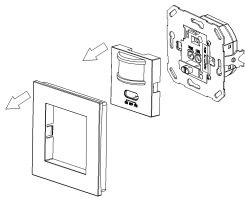

Figura 1
- Descargue la placa frontal del sensor y ajuste la hora y la perilla LUX (consulte la figura 1)